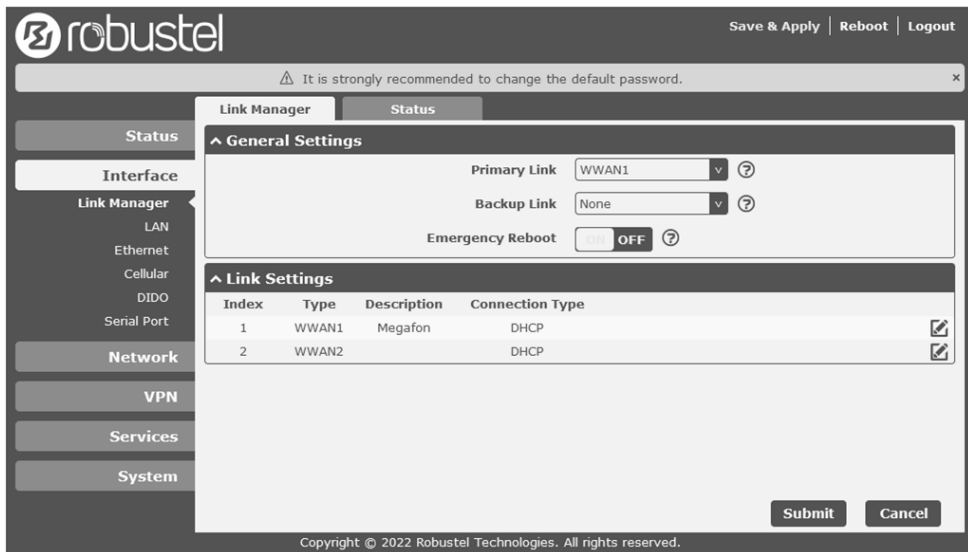

Рисунок 16 – Вкладка «Link Manager» подпункта «Link Manager»
3.5.13.20 Вкладка «Interface» включает в себя следующие подпункты «Link Manager», «LAN», «Cellular», «DIDO», «Serial Port» (рисунок 16).